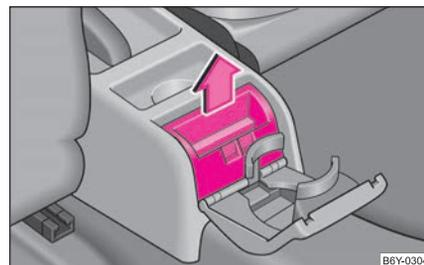

Abb. 71 Mittelkonsole:
- Ascherdeckel aufklappen und Aschereinsatz nach oben in Pfeilrichtung herausnehmen ⇒ Abb. 71. ▶